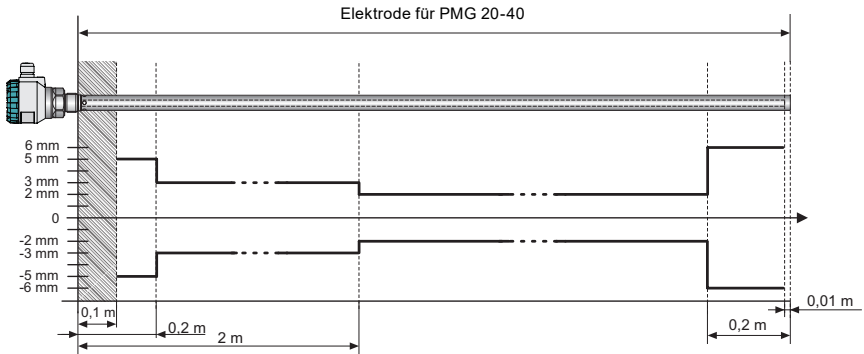

Abb. 35: Abhängigkeitsgraph des Messfehlers entlang der Stabelektrode mit Referenzrohr
- 1) Fehler beträgt +/- 6 mm im Bereich von 200 mm ab dem Ende der Stabelektrode oder ab dem Ende der Seilelektrode ohne Gewicht, siehe Grafiken in Abb. 35 und 36.
- 6) Gestricheltes Feld gilt für die Empfindlichkeitseinstellung der Messung niedrig (1) – mittel (3) – oder benutzerdefiniert (1–4). Bei der Einstellung der Messempfindlichkeit hoch (5) oder benutzerdefiniert (5–8) wird die Totzone am Anfang und Ende der Elektrode verlängert, siehe Technische Grundparameter (S. 36).